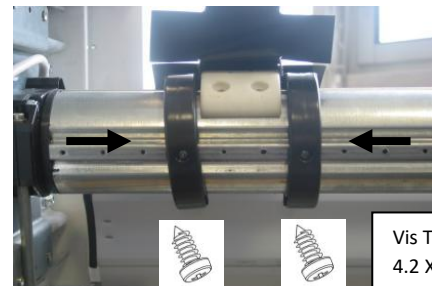

Figure 5
- Tirez le tablier vers le haut en le déroulant, placez les DVA sur l'axe et insérez l'Attache à l'axe dans les trous des bagues. Resserrez les bagues (Figure 5)